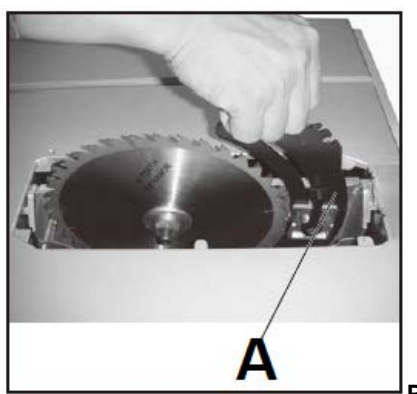

рис.15
- Возьмитесь за расклинивающий нож и сдвиньте его вправо, чтобы снять его со штифта. Затем потяните его вверх, чтобы штифты снова вошли в пазы ножа и зафиксировали его в верхнем положении. (А, Рис. 15)